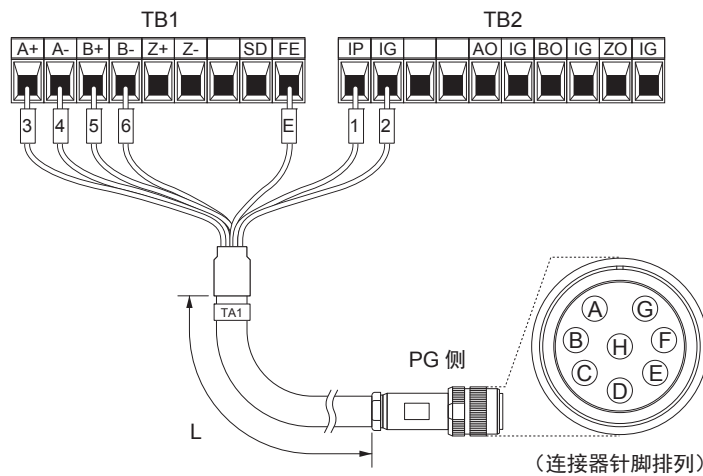

图 8.11 专用 PG 电缆的接线示例
5. 请连接选购卡的端子排和 PG。详情请参照图 8.8 和图 8.11。关于端子的详细内容, 请参照“端子的功能”(429 页)。
关于与本公司推荐的 PG（LMA-□□B-S185Y，补码输出）接线时使用的专用 PG 电缆的规格及接线示例，请参照图 8.11。